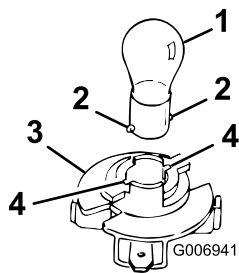

Figure 54
4. Introduisez l'ampoule et poussez dessus pour la tourner à fond vers la gauche (env. 1/4 tour) et retirez-la de l'embase (Figure 54).
2. Introduisez le culot dans l'embase (Figure 54).